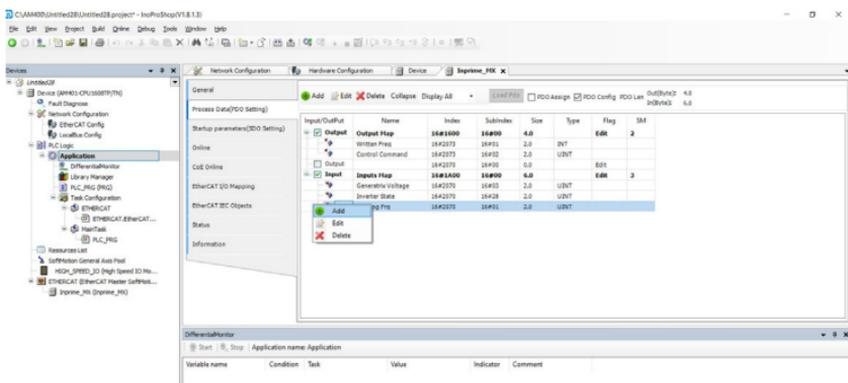

Рисунок 6.10 – Настройка PDO
9) Для настройки индексов PDO воспользуйтесь вкладкой «PDO Setting» (рис. 6.10), предварительно нажав «Logout». В нужном поле щелчком правой кнопкой мыши нажмите в меню «Add», выберите нужные функции из списка и нажмите «Ok». Повторите подключение (см. пункт 7).